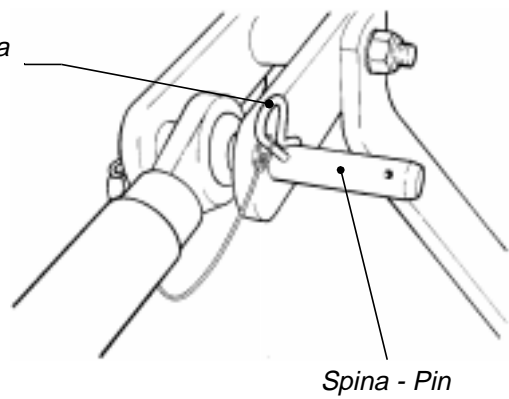

Fig. 4-7 Collegamento 3° punto
- Collegare il terzo punto (Fig. 4-5) alla trattrice (Fig. 4-7).
- Connect the third point (Fig. 4-5) to the tractor (Fig. 4-7).